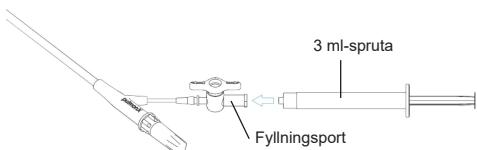

Bild 2: Ballongens fyllningsportsanslutning
- Anslut 3 ml-sprutans till ballongens fyllningsport på envägskranen på handtaget till Chartis Precision XL-katetern. Se Bild 2 nedan.